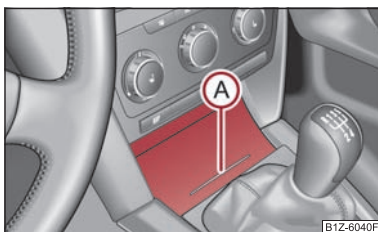

Fig. 73 Consola centrală față: Compartimentul de depozitare
- Apăsați în partea inferioară a capacului compartimentului, în zona (A) ⇒ fig. 73 - capacul se deschide.